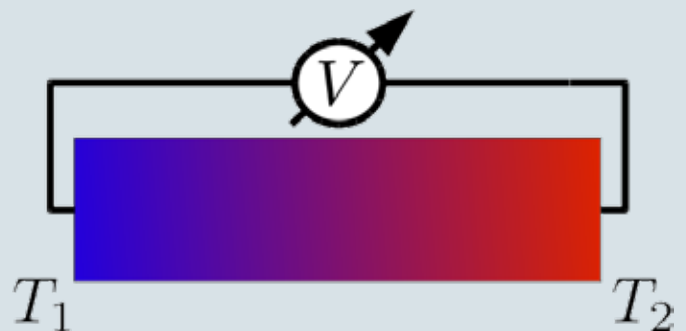

Figura 1. Trozo de material termoelectrico que genera un voltaje V entre sus extremos frío y caliente, a temperaturas T_1 y T_2 .
La termoelectricidad es un fenómeno que permite, en algunos materiales, obtener electricidad a partir de una fuente de calor. Si se tiene un trozo de material, como el que esquematiza la figura 1, y sus extremos se someten a temperaturas diferentes, se producirá una diferencia de potencial eléctrico (voltaje) entre ellos, es decir, se comportará de forma análoga a una pila. Dicho voltaje (V) es aproximadamente igual al producto entre el coeficiente de Seebeck (S), que caracteriza al